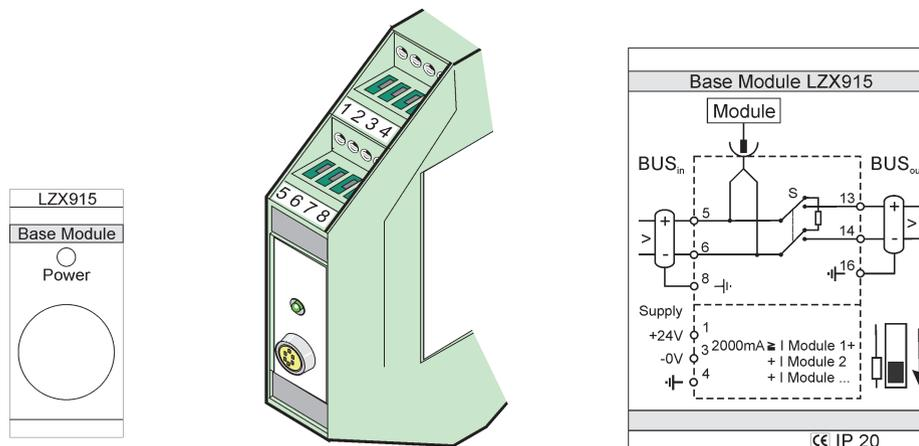

Figura 76 Módulo base externo
4. Faça as conexões conforme mostrado em Figura 76 e Tabela 49.